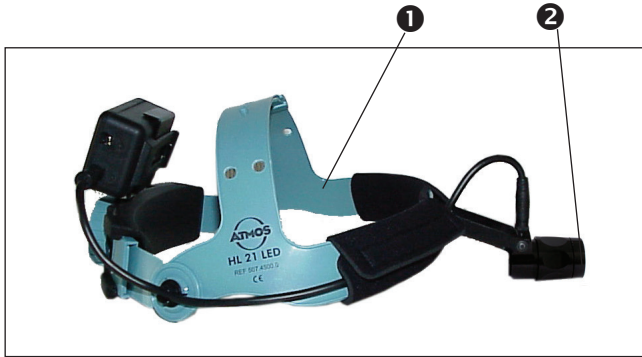

Fig. 9. Enfoque
- El enfoque de la luz puede ser ajustado moviendo la anilla de enfoque (❷, Fig. 9).